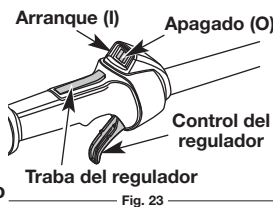

Fig. 23
NOTA: No hay necesidad de encender la unidad. El Control de Encendido y Apagado está en la posición **Encendido (I)**, en todo momento (Fig. 23).
NOTA: No hay necesidad de encender la unidad. El Control de Parada Arranque y Apagado está en la posición **Arranque (I)**, en todo momento (Fig. 23).
2. Oprima y mantenga oprimido el control de encendido y apagado en la posición de **APAGADO (O)** hasta que el motor se detenga por completo (Fig. 23).